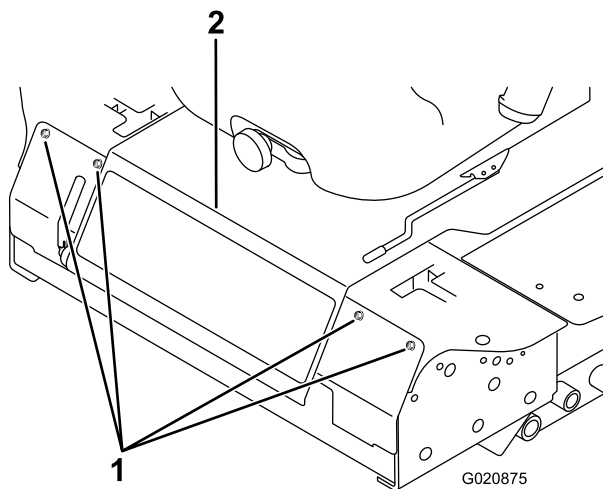

Figure 86
3. Retirez les boulons de fixation du panneau avant et déposez le panneau (Figure 86).